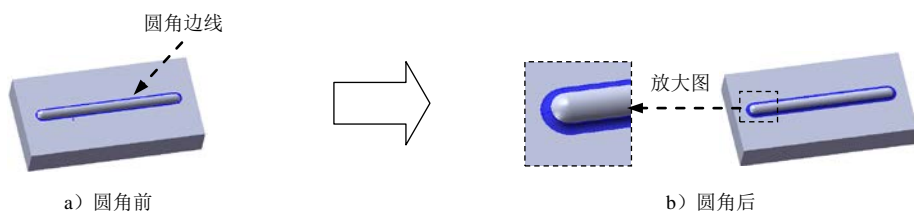

图 14.3.8 圆角 3
Step6. 创建图 14.3.8 所示的圆角 3。
(1) 选择命令。选择下拉菜单 **插入(I)** → **特征(F)** →  **圆角(U)...** 命令 (或单击  按钮)，系统弹出“圆角”对话框。
(2) 定义圆角类型。采用系统默认的圆角类型。